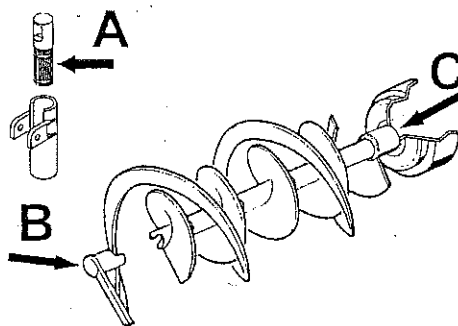

Fig. 13
2. Smør stemplet i hanen, den indvendige snegl og den udvendige spiral (se punkt A, B og C på fig. 13). Der må kun anvendes fedt fra producenten eller andet levnedsmiddelgodkendt smørefedt.